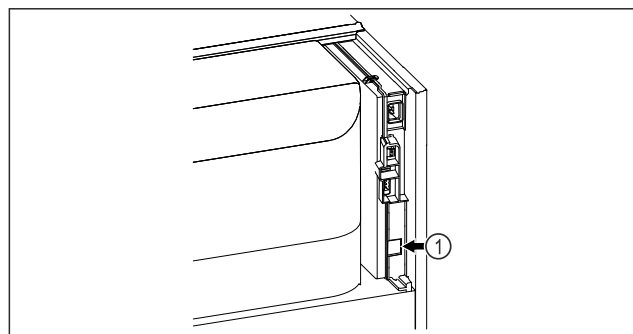

Fig. 83
- Vstavljen je SmartModule Fig. 83 (1).